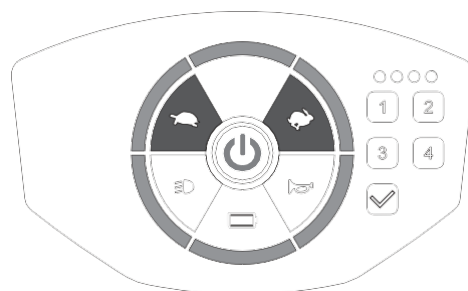

Bild 9
- Tryck på strömbrytaren för att få scootern i strömsparläge (röd lampa lyser) och tryck sedan på båda accelerations- [🏍️] /inbromsnings- [🏍️] knapparna i 2 sekunder. Panellampan är helt tänd när scootern är redo för inställning av bakgrundsljus. (Bild 9)